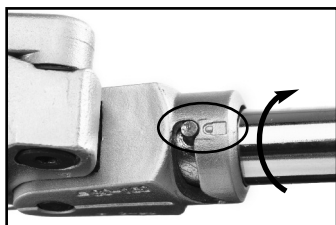

Figura 14 – Pasador en posición "cerrado"
- Gire el Brazo del Carril para que el pasador se traslade a la posición "cerrado". Asegure que el Brazo esté firme en el Carril (Figura 14).